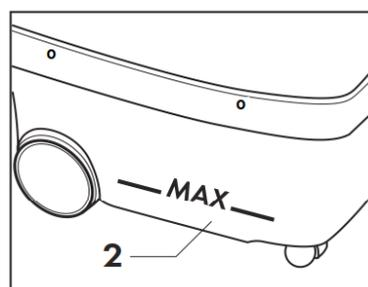

Abb. 5
Um eine einwandfreie Absaugung zu gewährleisten, 2,5 L Wasser in den Schmutzwasserbehälter (2) geben. Dadurch wird die Luft filtriert und die Schmutzpartikel (Staub, Keime usw.) bleiben im Behälter zurück. Die angegebene maximale Menge nicht überschreiten. **(Abb. 5)**